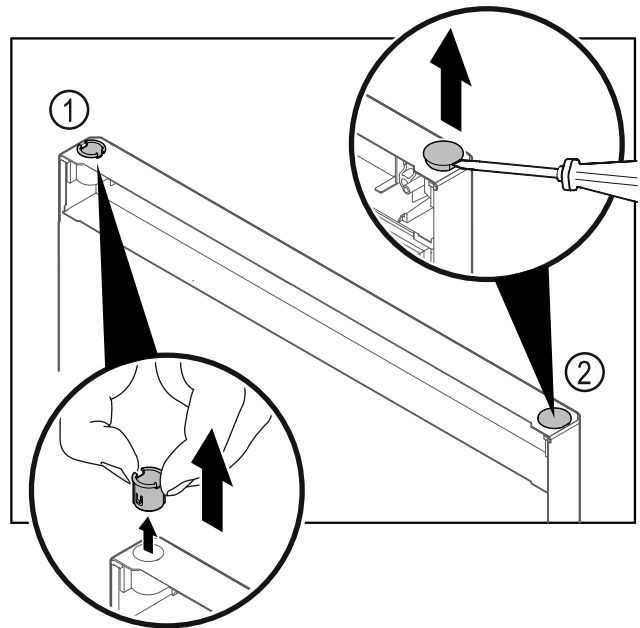

Fig. 26
- ▶ Pirštais ištraukite šarnyrinę įvorę Fig. 26 (1).
- ▶ Dengiamąjį kamštį Fig. 26 (2) atsargiai pakelkite išdrožiniu atsuktuvu ir jį ištraukite.